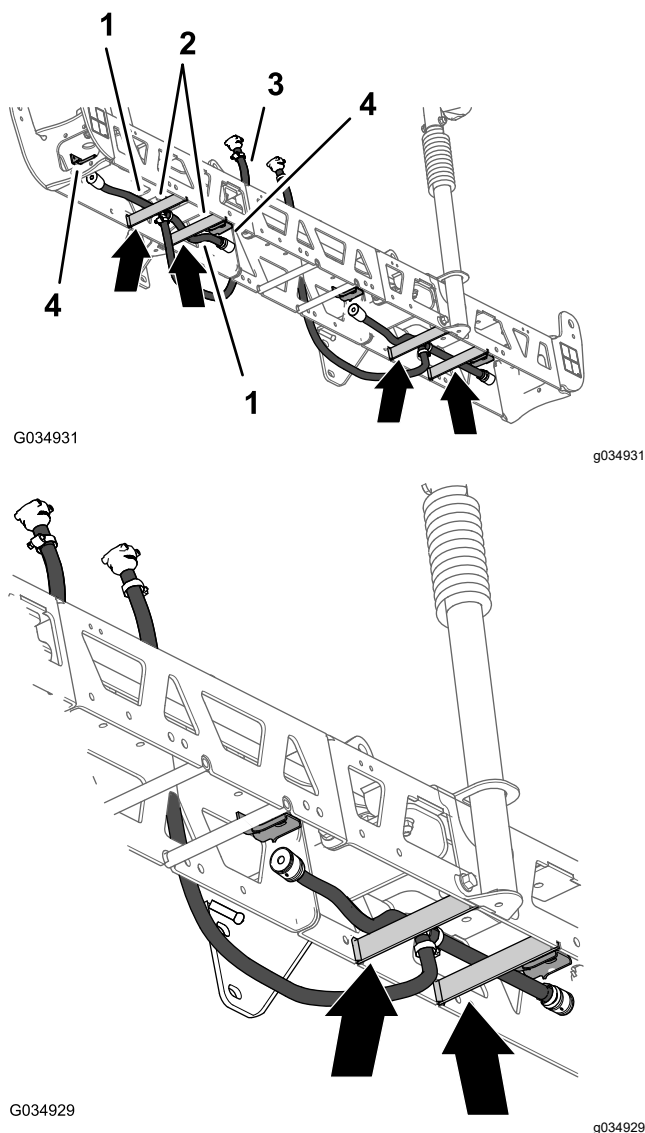
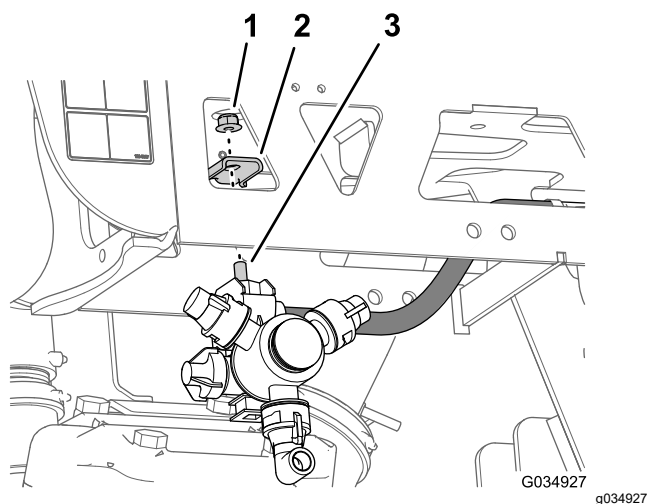

Figura 79
Figura 82
2. Enrute la manguera de 13 mm (½") y el conector dentado entre los tirantes del tramo de celosía exterior (Figura 79).
3. Enrute la manguera y el conector dentado por encima del tirante y hacia fuera hasta el soporte de boquilla exterior (Figura 79).
4. Enrute la otra manguera de 13 mm (10") y el conector dentado entre los tirantes del tramo de celosía interior (Figura 79).
5. Enrute la manguera y el conector dentado por encima del tirante y hacia dentro hasta llegar al soporte de boquilla interior (Figura 79).
6. Repita los pasos 2 a 7 con el otro conjunto de manguera y boquilla en el otro tramo de celosía exterior (Figura 79 y Figura 82).
de la sección de brazo central que contiene los soportes izquierdo y derecho de la sección de brazo (Figura 79).
1. Alinee el perno de cabeza hexagonal (5/16" x ¾") de la boquilla de fumigación con el orificio del soporte de la boquilla (Figura 82), y sujete provisionalmente la boquilla al soporte con una de las contratuercas con arandela prensada (5/16") que retiró en los pasos 1 o 4 de 12 Retirada de las mangueras de las boquillas de fumigación del sistema de 3 secciones (página 34).